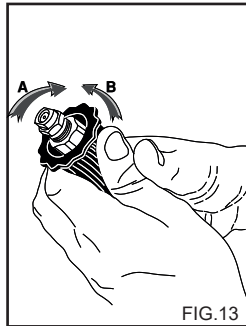

FIG.13
UTILISATION DU BOUTON DE REGLAGE (fig. 13)
2) Actionner le nettoyeur haute pression, ouvrir le robinet du détergent (s'il est présent), activer la commande d'aspiration du détergent présente sur la lance (fig. 13) et répandre la solution sur la surface à laver en procédant de bas en haut. Laisser agir quelques minutes.